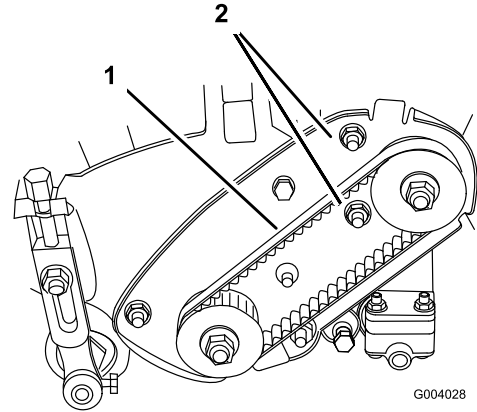

Bild 32
- A. Lösen Sie die Befestigungsmuttern des Lagergehäuses (Bild 32).
- C. Halten Sie die Einstellung des Drehmomentschlüssels und ziehen Sie das Lagergehäuse an den Befestigungsmuttern fest (Bild 32). Ziehen Sie den Riemen nicht zu stark an.